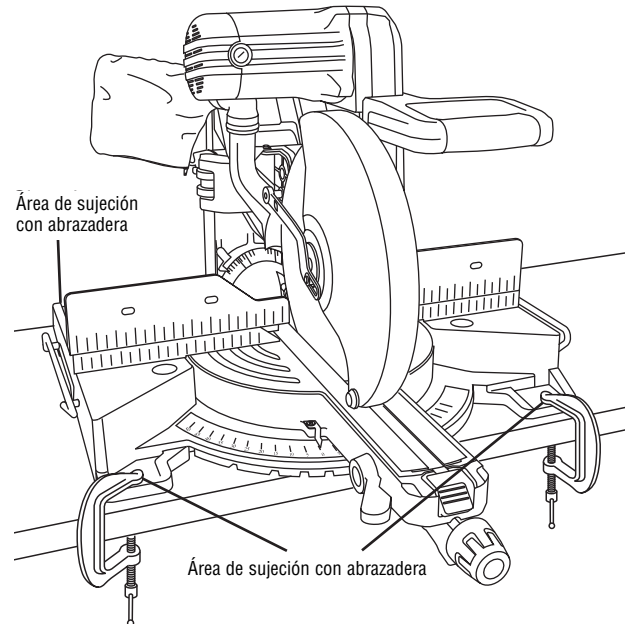

Figura 29. Montaje temporal utilizando abrazaderas
- Coloque dos (2) o más abrazaderas en "C" en las áreas de fijación con abrazaderas y fijelas (Figura 29). Hay áreas de sujeción con abrazadera en las cuatro esquinas de la sierra.